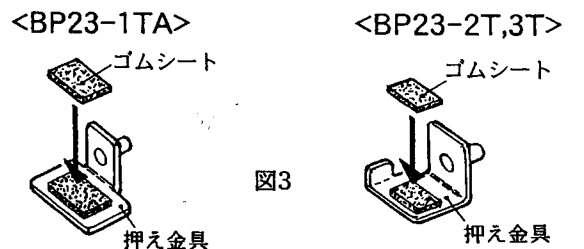

図3
- ③ ゴムシートを、押え金具の図3の位置に貼ってください。